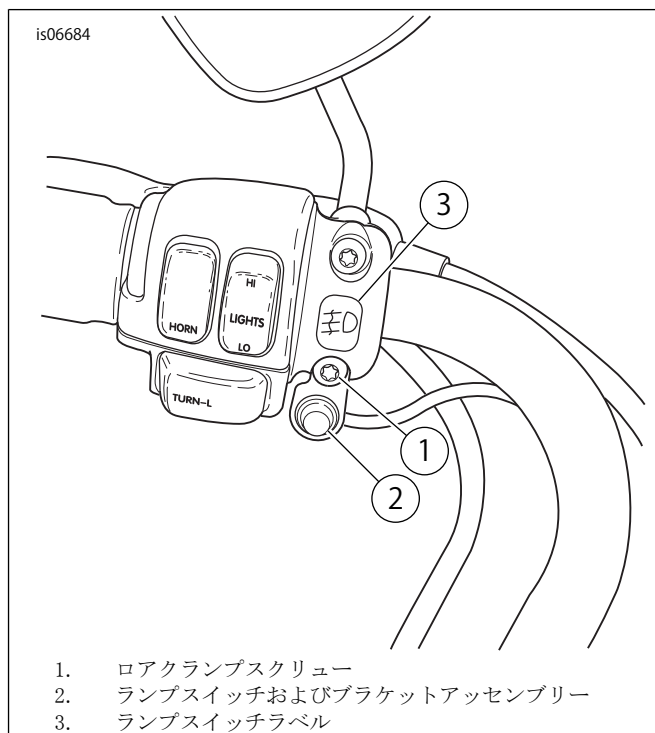

図6. ランプスイッチの取り付け (1996以降のモデルを示す)
16. 「図6」を参照してください。クラッチコントロールのランプの下側のスクリュー(1)およびワッシャーを取り外し、ランプスイッチとブラケットアセンブリー(2)を取り付けます。スクリューおよびワッシャーを取り付けて、7-9 N・m(60-80 in-lbs)のトルク値で締め付けます。海外用途向け:フォグランプのスイッチラベル(3)をクラッチコントロールのランプに取り付けます。